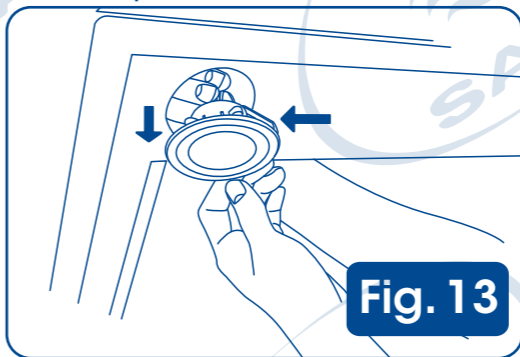

Fig. 13
5. Para sacar el foco, con cuidado meta la mano hasta tocar la base, ubique los sujetadores flexibles, apriételes hacia adentro y empuje con fuerza el foco ayudándose desde afuera (Fig. 13)